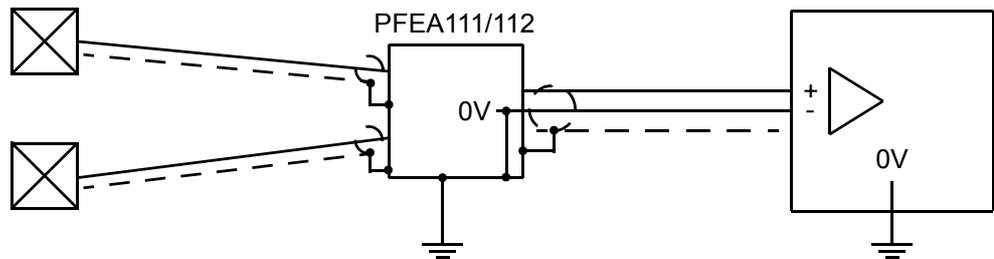
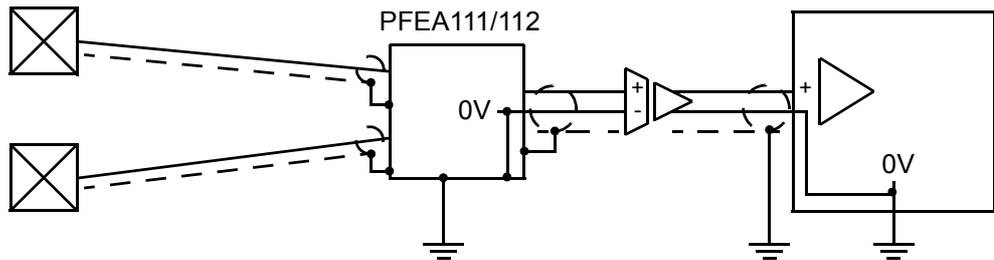

Figure 2-7. Connexion à un système supérieur avec une entrée isolée ou différentielle
Figure 2-8. Connexion à un système supérieur à travers un amplificateur d'isolement séparé
- Dans la mesure où la terre du signal du système de mesure est connectée à la terre du châssis de l'unité de contrôle électronique, l'entrée d'un système supérieur connecté au système de commande n'a pas besoin d'être reliée à la terre. Les meilleures manières de connecter le système de mesure et un système supérieur et d'obtenir un fonctionnement optimal sont indiquées à la Figure 2-7 et à la Figure 2-8.